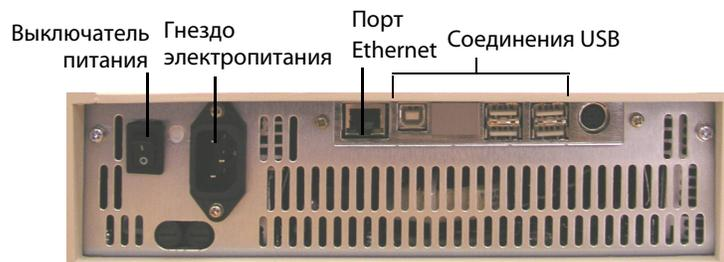

Рис. 3. Задняя панель термоциклера C1000 Touch.
На задней панели базы S1000 находятся следующие компоненты (Рис. 3):
6. Вставьте кабель питания сзади в базу C1000 Touch (Рис. 3) и в соответствующую трехконтактную розетку.
1. Подсоедините базу термоциклера C1000 Touch к компьютеру, для чего вставьте кабель USB в порт USB 2.0, расположенный на задней панели базы (Рис. 3), и подсоедините его к компьютеру через порт USB 2.0 В.